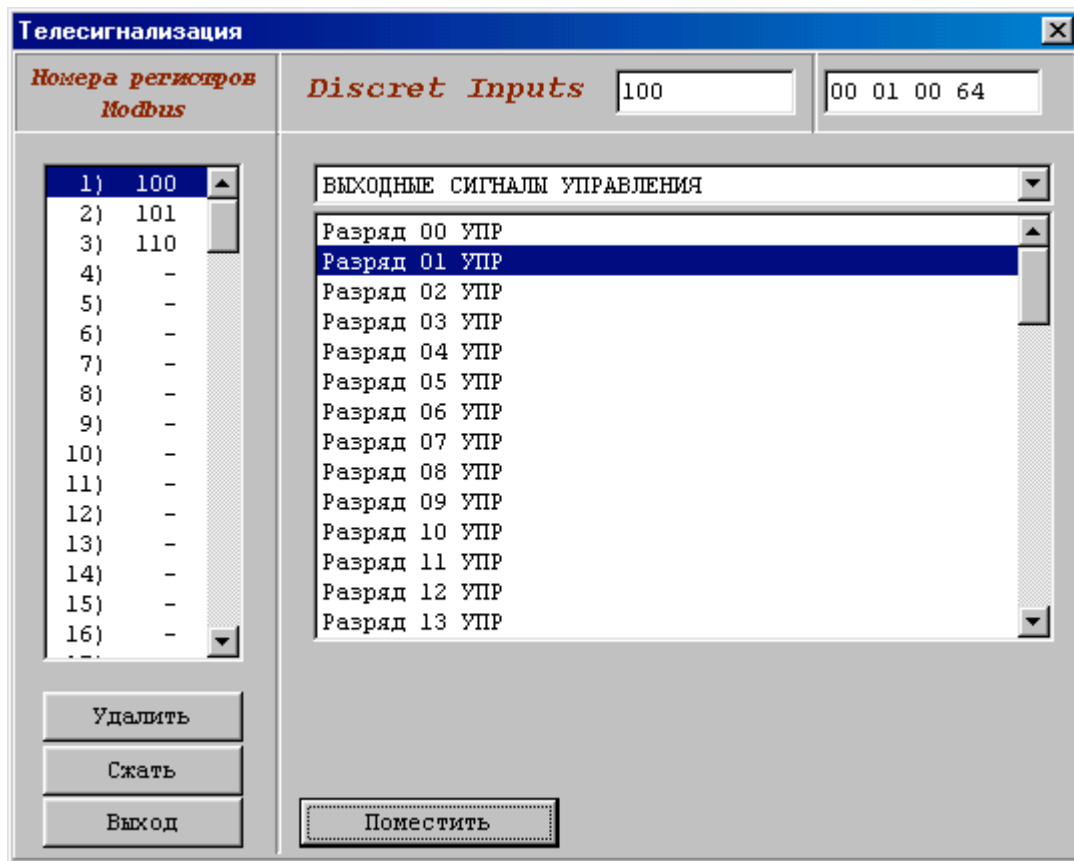

Рисунок 3.11 – настройка ТС
3.2.4.9 При настройке ТС (рисунок 3.11) номера регистров произвольны. Войдя в настройку, выберите требуемую группу сигналов, в окне имен сигналов этой группы выберите требуемый сигнал; после чего нажмите клавишу «поместить». Далее переходите к следующему адресу; по окончании нажмите клавишу «выход» и переходите к следующим операциям.